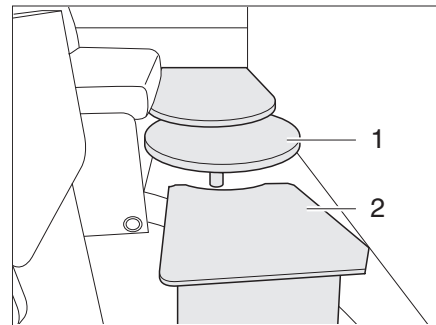

Bild 34 Bettverlängerung (Zusatzbett)
- Die Bettverlängerung (Bild 34,2) für Zusatzbett auf die Tischplattenverlängerung (Bild 34,1) stellen.